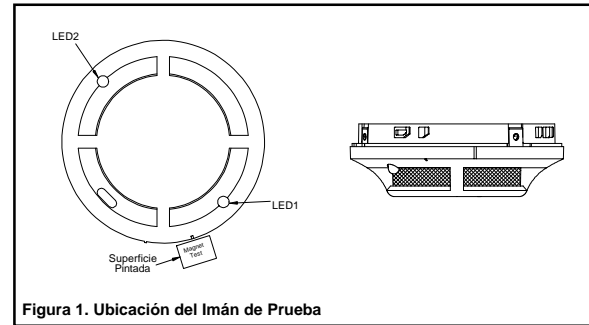

Figura 1. Ubicación del Imán de Prueba
- Pruebe el sensor situando el imán de prueba (Modelo M02-24 - opcional) al lado de la carcasa exterior a unos 2 cm de distancia del LED1 en dirección a la pequeña línea marcada en la superficie de la cabeza del detector, según se indica en la **Figura 1**.